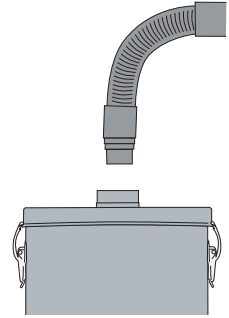

figure 5
2. Retirer le flexible de l'adaptateur sur le couvercle de l'appareil (**figure 5**).